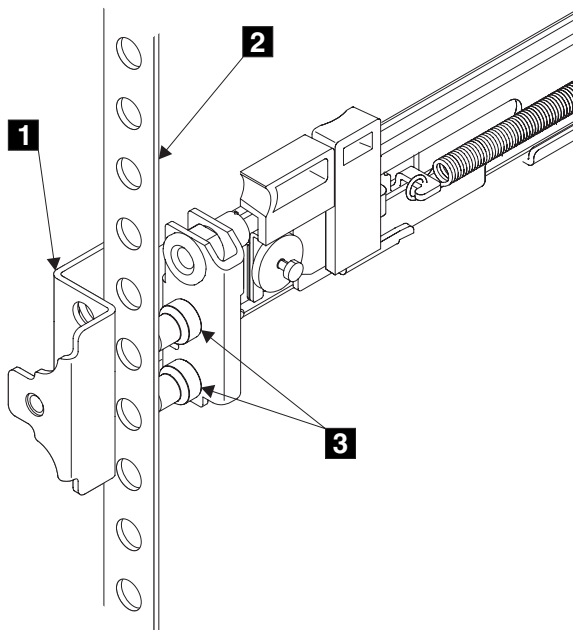

図 66. レールのフロントエンドの取り付け
6. 左レールの前面の端をラック・キャビネットにはめる。前部ブラケットの上部 **1** (図 66) を、ラック上の必要な EIA マーキングに位置合わせします。